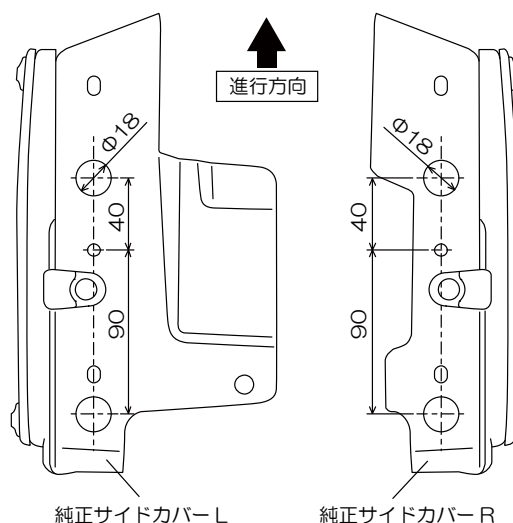

図 4
2. 図 4 を参考に、手順 1 で取り外した純正サイドカバー（左右）内側の所定の位置にポンチを打ち、4 箇所穴を開けます。
※. XSR900 の純正サイドカバー（左右）内側には、穴開け用のけがきポイントは設けられておりません。図 4 を参考に採寸し、適切な工具で所定の位置に穴開け加工を行なってください。